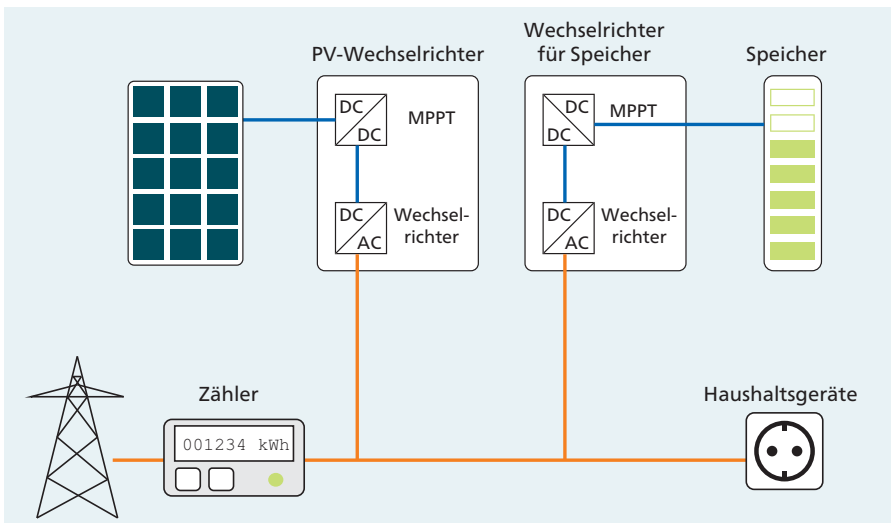

Abbildung 3.4 Schematischer Schaltplan für einen AC-Speicher
- **AC-Speicher:** Die Integration des Speichers in den Wechselstromkreis erfordert, dass der Stromspeicher einen eigenen Wechselrichter benötigt (siehe Abbildung 3.4). Effizienztechnisch ist das ein (kleiner) Nachteil, weil der Gleichstrom der PV-Module zuerst über den Wechselrichter der PV-Anlage in Wechselstrom umgewandelt und dann neuerlich zu Gleichstrom gemacht werden muss. Bei manchen Modellen sind der Wechselrichter und der Speicher in ein einziges Gerät integriert.
- ▶ **Ladeverluste:** Die Integration des Akkus eines Elektroautos funktioniert ähnlich wie ein AC-Speicher (siehe Abbildung 3.4). Beim Laden des Akkus wird Gleichstrom der PV-Anlage zuerst in Wechselstrom umgewandelt, zur Wallbox geleitet und dort oder im Auto wieder zurück in Gleichstrom umgewandelt. Beim Entladen fließt der Strom in die umgekehrte Richtung.